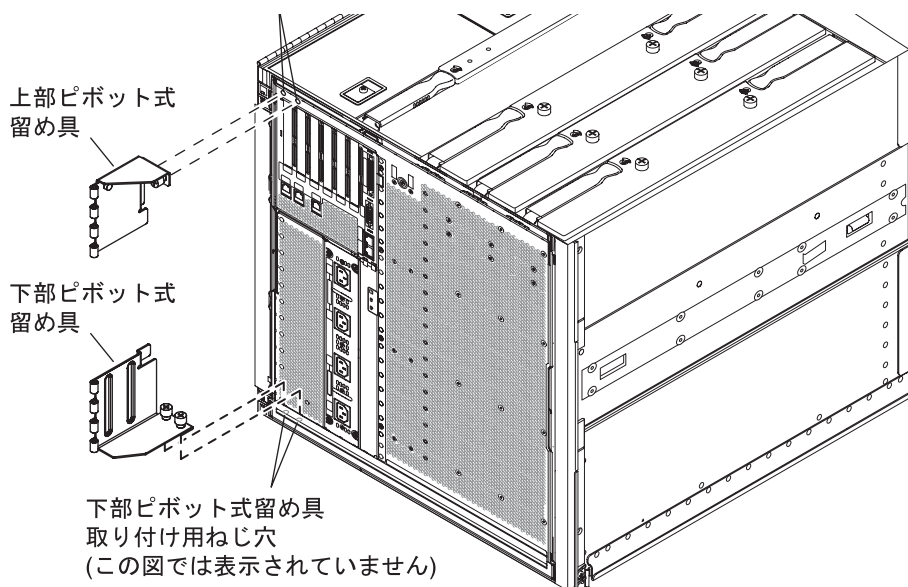

図 14-7 上部および下部のピボット式留め具の取り付け用ねじ穴
3. 2本の脱落防止機構付きねじを使用して、ピボット式留め具をシステムシャーシの左上に固定します (図 14-7)。
6. 2本の脱落防止機構付きねじを使用して、ピボット式留め具をシステムシャーシの左下に固定します (図 14-7)。